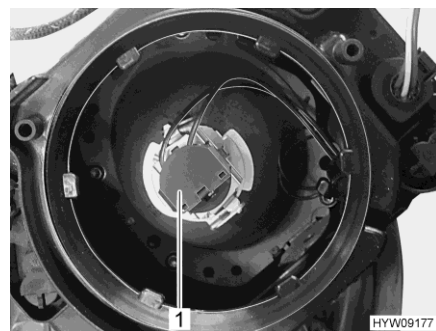

Fig. 220 Ampoule (feux de croisement/feux de route)
- Tourner la douille (Fig. 220,1) avec la lampe dans le sens inverse des aiguilles d'une montre et la retirer du boîtier de la lampe.
- Mettre la douille (Fig. 220,1) avec l'ampoule dans le boîtier de la lampe et serrer en vissant dans le sens des aiguilles d'une montre. La douille s'enclenche de manière audible.